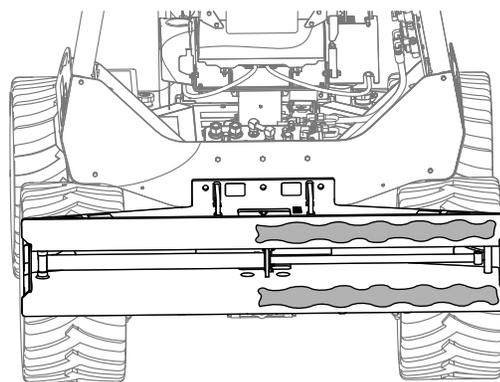

図 2
5. アタッチメントのフレームの右側に、図 2のように少量のグリスを塗る。
14. トレンチャアタッチメントとスライドマウントにボルト3/4 x 3 1/2 インチ4本とワッシャ4枚を通し、ワッシャ4枚とロックナット4個で固定する図2のB。